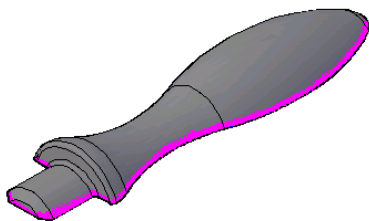
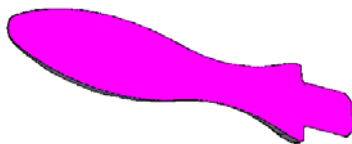

图 10-63 截面平面位置
图 10-64 三维截面
3) 生成二维/三维截面: 选择该选项, 系统打开“生成截面/立面”对话框, 如图 10-62 所示。设置相关参数后, 单击“创建”按钮, 即可创建相应的图块或文件。在如图 10-63 所示的截面平面位置创建的三维截面如图 10-64 所示, 如图 10-65 所示为对应的二维截面。